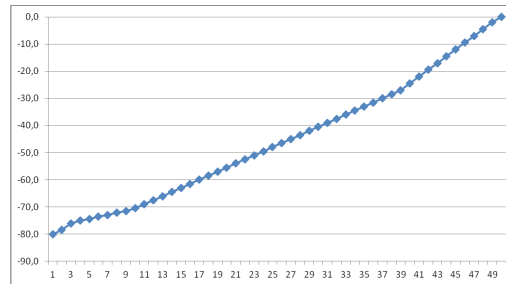

Abb. 2
2. Lautstärkeskala #2 – Diese Skala eignet sich für die Lautsprecher mit hoher Effizienz (Abb. 2).